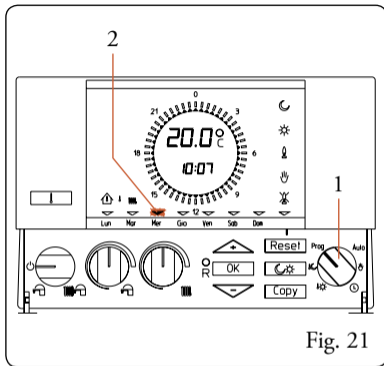

Fig. 21
1) Ruotare il selettore su “**Prog**” (Fig. 21 pos. 1).
2) Premere i pulsanti  o  per portare l'indicatore lampeggiante “” (Fig. 21 pos. 2) sul giorno della settimana da programmare (Fig. 21).